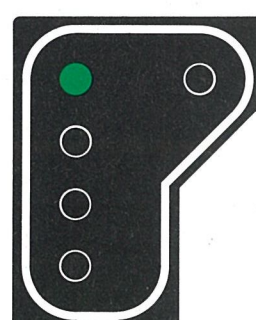

Fig. 3
- **groen** wijst erop dat het volgende sein ook open staat en geen enkele snelheidsbeperking oplegt (fig. 3). Terloops willen wij hier vermelden dat de snelheid die de trein mag rijden, aangegeven wordt met snelheidsseinen. Om een nodeloze vermenigvuldiging van die snelheidsseinen te voorkomen, krijgt elke lijn een referentiesnelheid. Die snelheid wordt aangegeven met een referentiesnelheidssein (fig. 4). Dat bord wordt slechts geplaatst aan het begin van de lijn, aan vertakkingen en aan het einde van een snelheidsbeperking. In al de andere gevallen wordt ervan uitgegaan dat de bestuurder de referentiesnelheid kent, en wordt er, derhalve, ook geen bord geplaatst. Moet een trein in volle baan afremmen
De spanning is **negatief** wanneer de stand van het hoofdlicht op het sein groen is (fig. 3). In dit geval weerklinkt er in de stuurcabine een gong. Dit is voor de treinbestuurder de aanwijzing dat hij ongestoord kan doorrijden. Op de met een «MEMOR» uitgeruste locomotieven en motortreinstellen is de gongslag vervangen door het aanflitsen van een wit lampje op de snelheidsmeter.